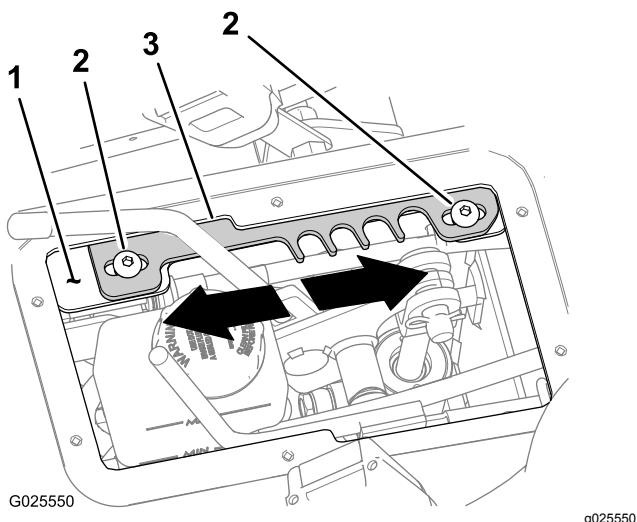

Рисунок 62
- Переведите рычаг диапазона скорости в положение **T** (TRANSPORTIROVKA) (Рисунок 62).
- Ослабьте 2 винта с внутренними шестигранниками (5/16 x $\frac{3}{4}$ дюйма), которые крепят пластину с фиксирующими пазами к опорному кронштейну рычага (Рисунок 62).
- Переместите пластину с фиксирующими пазами назад, чтобы уменьшить максимальную скорость движения (Рисунок 62).
максимальную скорость движения (Рисунок 62).
- Переместите пластину с фиксирующими пазами **назад**, чтобы уменьшить максимальную скорость движения (Рисунок 62).